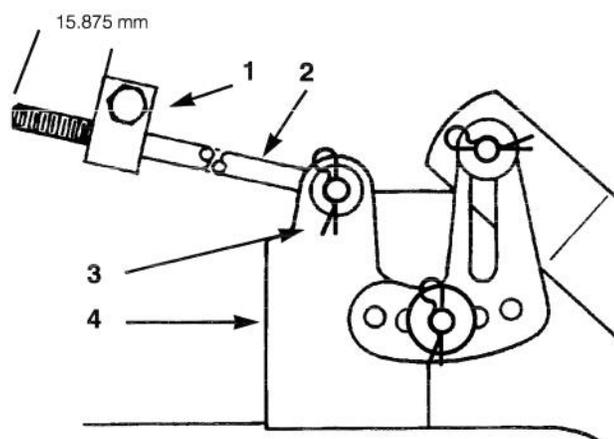

Figure 51
3. Contrôler l'inclinaison avant/arrière en mesurant la distance entre la base de la tondeuse (centre avant et centre arrière) et la surface plane (Fig. 51). Si l'avant de la tondeuse est plus bas de 4,762 mm que l'arrière, un réglage sera nécessaire; se reporter aux points 4-10.